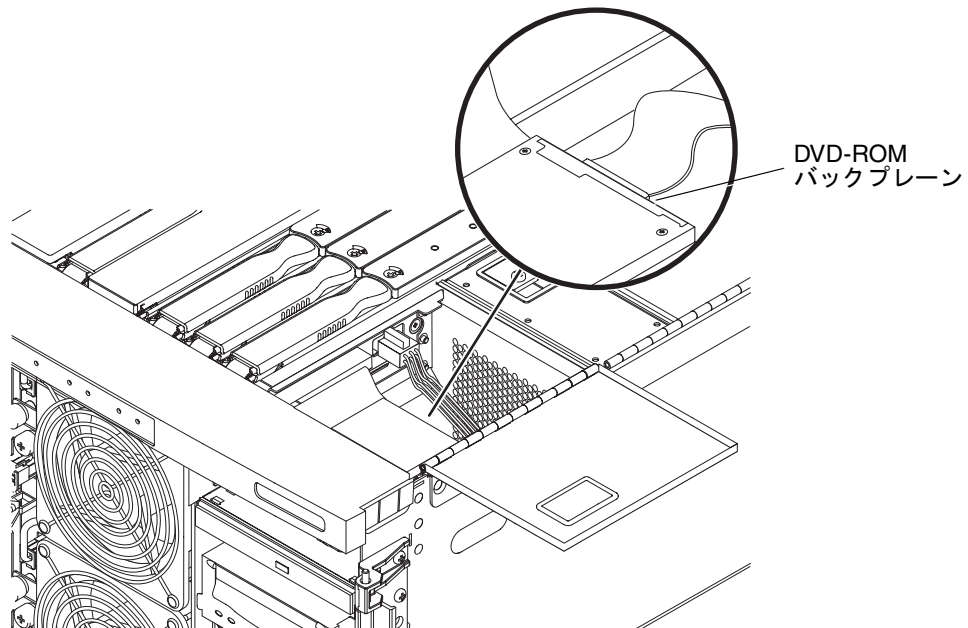

図 5-19 DVD-ROM バックプレーン
4. DVD-ROM バックプレーンを取り外します。DVD-ROM バックプレーンは、DVD-ROM ドライブの背面にある小さいボードです (図 5-19)。